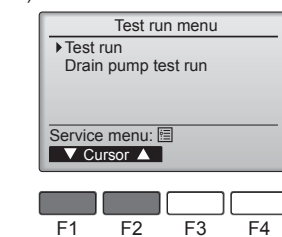

Fig. 6-4
④ Vælg "Test run" (Testkørsel) med [F1]- eller [F2]-knappen, og tryk på [✓]-knappen. (Fig. 6-4)